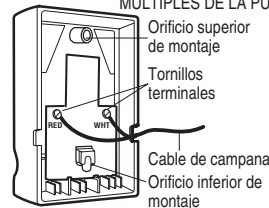

Figura 4 QUITAR LA TAPA
2. Quite la tapa haciendo palanca suavemente con la punta de un destornillador en una esquina superior de la misma (Figura 4). La caja se puede fijar con tornillos autorroscantes 6ABx1-1/4 de pulg. (en paneles de pared) o con tornillos para metales de 6-32x1 de pulg. (en una caja de conexiones), de la siguiente manera: